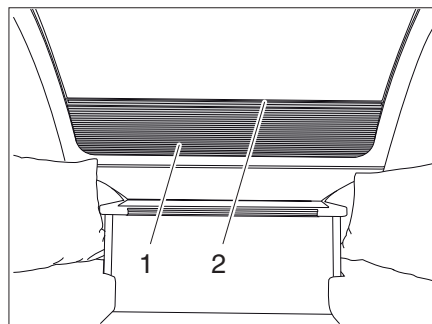

Fig. 42 Oscurante a rullo finestra anteriore
- Tirare l'oscurante a rullo verso l'alto afferrandolo sull'intaglio (Fig. 42,2).
- Tirare l'oscurante a rullo (Fig. 42,1) verso il basso afferrandolo sull'intaglio (Fig. 42,2).